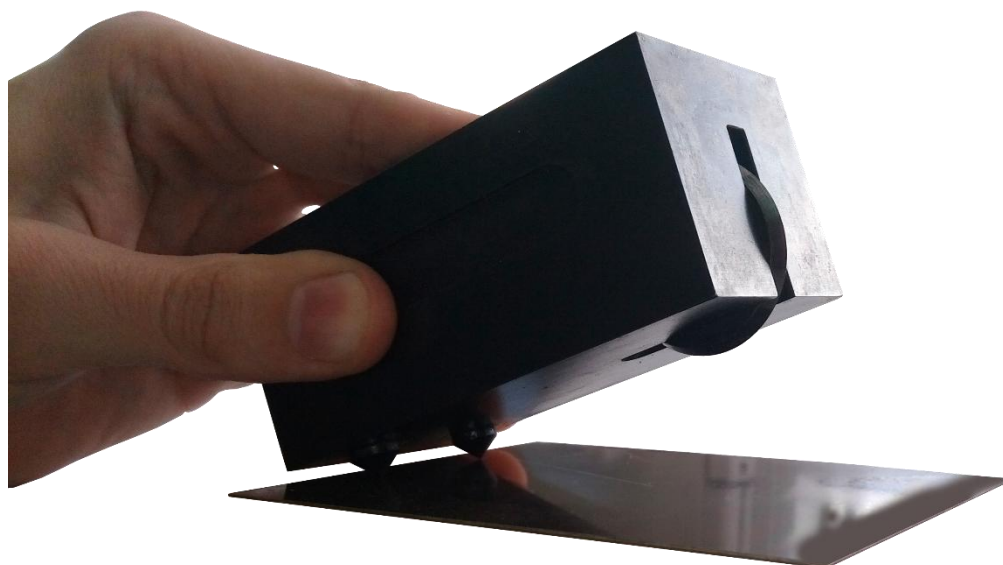

Рисунок 2.1 – Установка твердомера на образец
2. Медленно установить твердомер, так, чтобы сначала пришли в соприкосновение с покрытием опоры, а затем индентор (рис. 2.1).